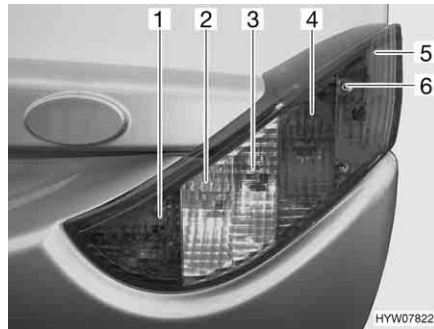

Fig. 122 Luci posteriori (lato anteriore)
- Svitare le tre viti ad esagono cavo (Fig. 122,6).